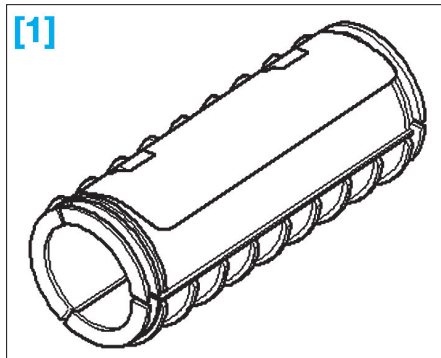

FIG. 110
- [1]. Manchon de maintien du tube avant d'échappement ref. T10403 (Fig.110).